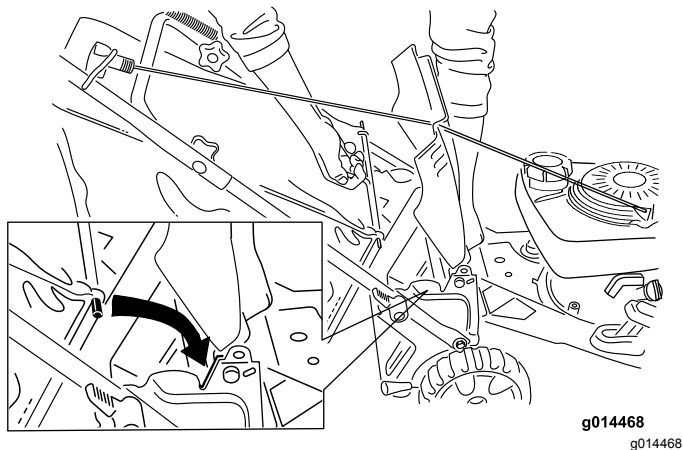

Figura 18
2. Mantenete sollevato il deflettore posteriore, agganciate il cesto di raccolta nelle apposite tacche e abbassate il deflettore posteriore (Figura 18).